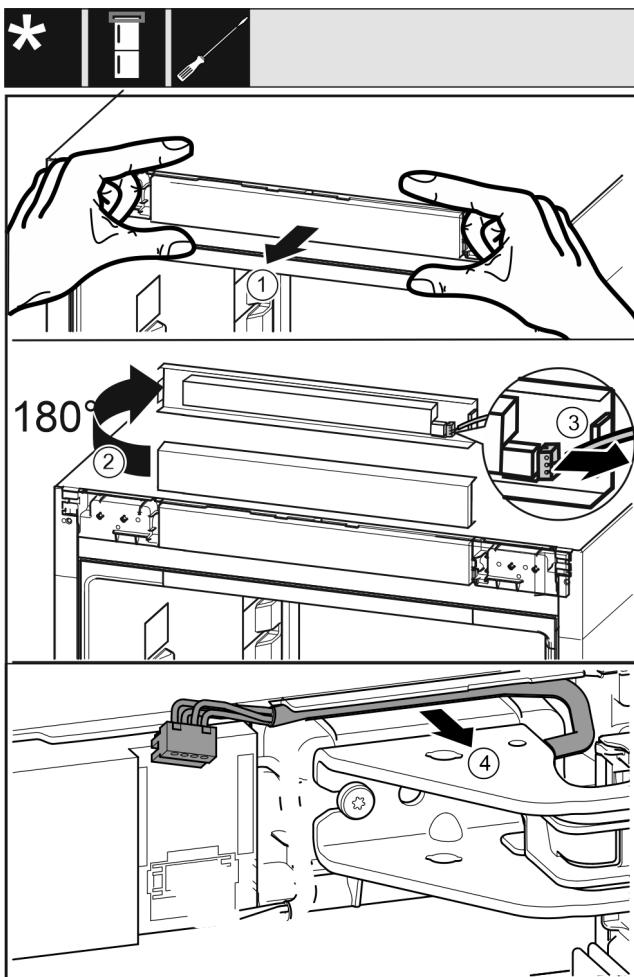

Fig. 19
- ▶ Внимателно освободете напред капачката с елементите за управление на уреда. Fig. 19 (1)
- ▶ Завъртете капачката с елементите за управление нагоре на 180°. Fig. 19 (2)
- ▶ Натиснете фиксирация палец назад и внимателно издърпайте щекера. Fig. 19 (3)
- ▶ Внимателно освободете кабела над лагерната стойка от водача. Fig. 19 (4)